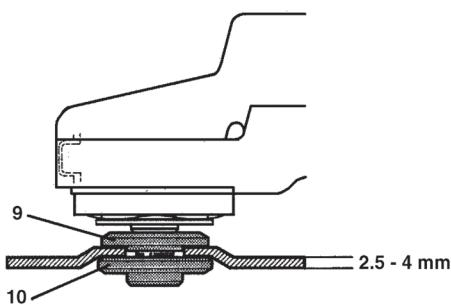

Fig. 4
Fig. 4 og 5 demonstrerer montering af flangen (10), når der anvendes tykke (4-8 mm) og tynde (2,5 - 4 mm) skiver. Følgende slibeskiver kan monteres på denne slibemaskine.